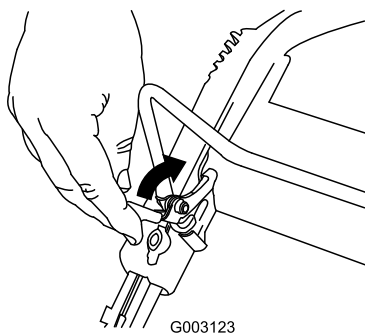

Рисунок 21
1. Оттяните фиксатор штанги управления (Рисунок 21).